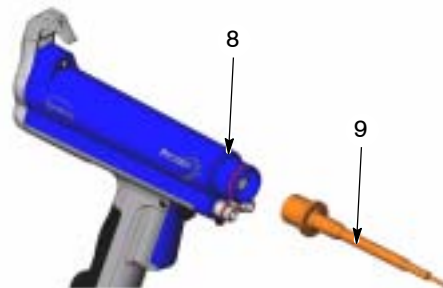

Abb. 4 Widerstandshalter abnehmen
7. Siehe Abbildung 4. Den Widerstandshalter (9) vom Spannungsvervielfacher (8) abschrauben.
4. Siehe Abbildung 4. Den Widerstandshalter auf den Spannungsvervielfacher (8) schrauben.